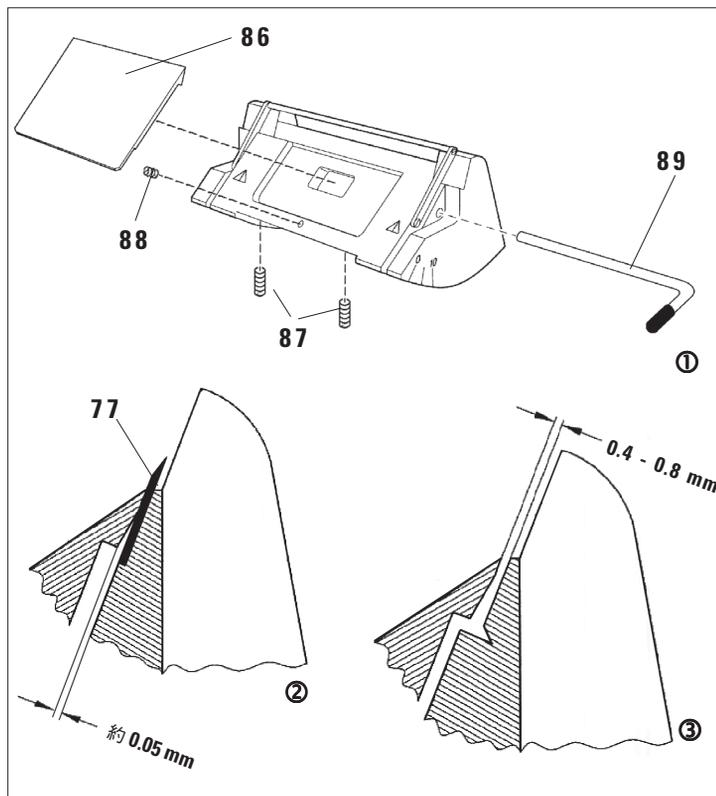

図 31
- プレッシャープレート (86) を所定の位置にして、クランプレバー (89) を取り付け、プレッシャープレートをクランプレバーで軽く固定します。
- プレッシャープレートの高さをセットスクリュー (87) で調節します。両プレッシャープレート (86) と (80) の上端は同じ高さで互いに平行でなければなりません。
- 前部プレッシャープレート (86) の逃げ角はセットスクリュー (88) で調節します。セットスクリューにはナイフホルダー下部の開口部から手が届きます。
- 替刃 (77) を挿入し、クランプレバー (89) で軽く固定します。
- プレッシャープレート (86) をスクリュー (88) で、プレッシャープレートの上端から刃に力がかかるように調節します。隙間があることを確認します (図 31/②)。調節には小型スクリュードライバーが必要です (約 3.0 x 70)。
- 調節の際には、クランプレバーをまだ締め付けていない状態で両プレッシャープレート間の隙間が約 0.4 - 0.8 mm になるようにしてください (図 31/③)。